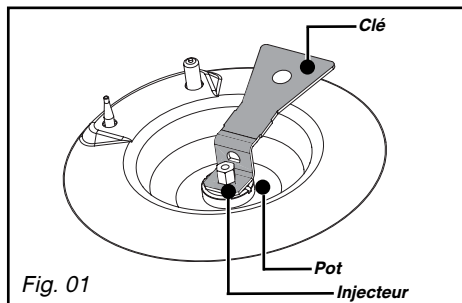

Fig. 01
— **Raccordement avec un tube flexible métallique** (inox) **onduleux à embouts mécaniques** vissables (conforme à la norme NF D 36-125) dont la durée de vie est illimitée (Fig. 01).
- Dévissez à l'aide de la clé fournie les injecteurs situés dans le fond de chaque pot et ôtez-les (Fig. 01).